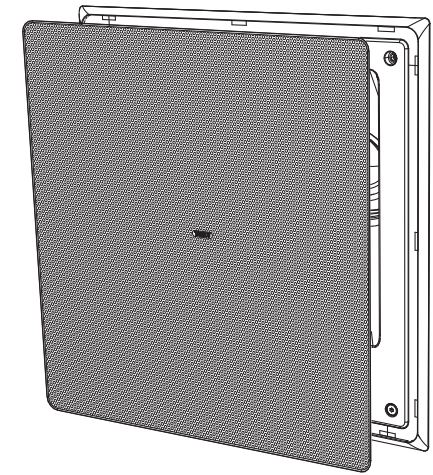

Fig. 21. Install the grille
- Der Kühlergrill sollte sorgfältig montiert werden, indem die Kanten des Kühlergrills sorgfältig mit der Innenkante der Schallwand und des Rahmens ausgerichtet werden (Abb. 21). Drücken Sie nicht auf die Mitte des Gitters, um Beschädigungen der Vertiefungen zu vermeiden. Üben Sie gleichmäßigen Druck auf jede Ecke aus, während diese fest in Position gedrückt wird.